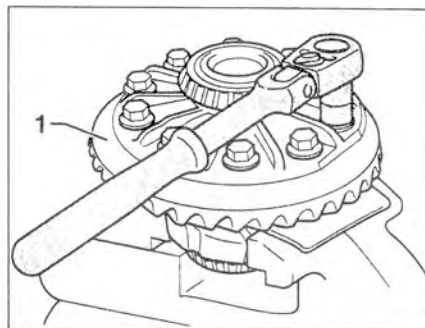

Рис. 5.111. Открутите болты крепления ведомой шестерни 1 и снимите корпус дифференциала.
1. Открутите болты крепления ведомой шестерни 1 и снимите корпус дифференциала (рис. 5.111).